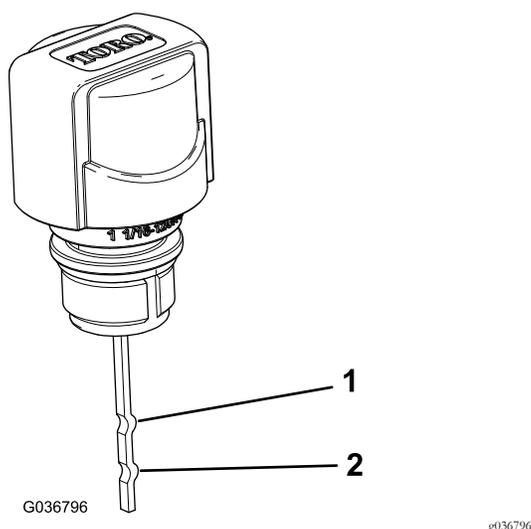

Figure 22
**Remarque:** Le niveau de liquide doit se situer entre les repères inférieur et supérieur sur la jauge (Figure 22).